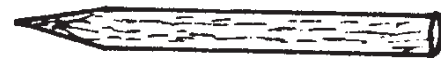

Figura 5
**Punzón.** Herramienta de hierro utilizada en la hojalatería para marcar o perforar láminas. Son de forma cilíndrica y alargada, plana por un extremo y terminada en punta no muy aguda por el otro; durante su uso es necesario golpear con un martillo en la parte plana, apoyando la punta en el lugar exacto que se desea marcar (figura 5).